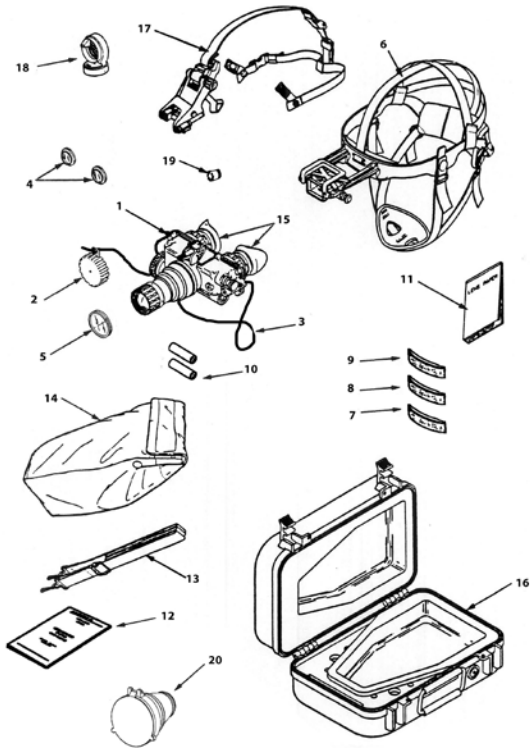

Figura 2-1. Identificación de Piezas
- I. Equipo Opcional. El equipo opcional incluye escudos desempañadores, la ventanilla sacrificial, la brújula, el ensamblaje de la montura de casco y el lente IR punto/reflector (véase Figura 2-1). También se incluye un estuche de transporte y almacenamiento. El PVS-7 se puede suministrar en un estuche duro para transporte y almacenamiento (véase Figure 2-1). Las pilas se pueden almacenar en el estuche de transporte y almacenamiento.